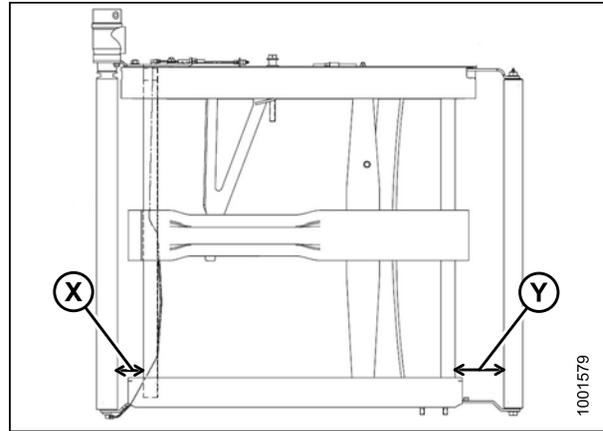

Figure 7.212: Emplacement de réglage
1. Réglez le rouleau d'**entraînement** « X » (représenté sur le Figure 7.212: Emplacement de réglage, page 360) en desserrant les écrous (A), le contre-écrou (B) sur la barre de compensation et en tournant l'écrou de réglage.
2. Réglez le rouleau **libre** « Y » (représenté sur le Figure 7.212: *Emplacement de réglage, page 360*) en desserrant l'écrou (A), le contre-écrou (B) sur la barre de compensation et en tournant l'écrou de réglage (C).